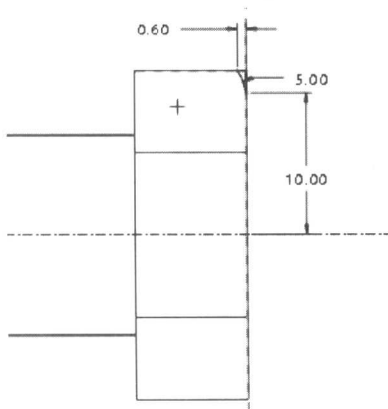
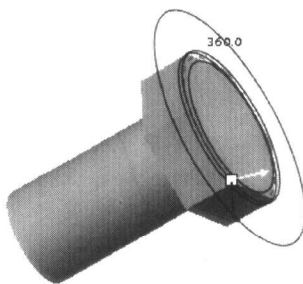

图 1-24
图 1-25
- (1) 单击 按钮，打开旋转特征面板。单击 按钮，以建立切割特征。
- (2) 单击 按钮，绘制旋转截面，弹出 Section 对话框。
- (3) 选择 TOP 基准面为草绘平面，RIGHT 基准面为参考面。
- (4) 单击 Sketch 按钮，进入草绘工作环境。
- (5) 绘制一条中心线和一段圆弧，如图 1-24 所示。
- (6) 单击 按钮，完成草绘截面的建立。
- (7) 单击鼠标中键，返回旋转特征面板。
- (8) 材料移除方向如图 1-25 中黄色箭头所示的方向。